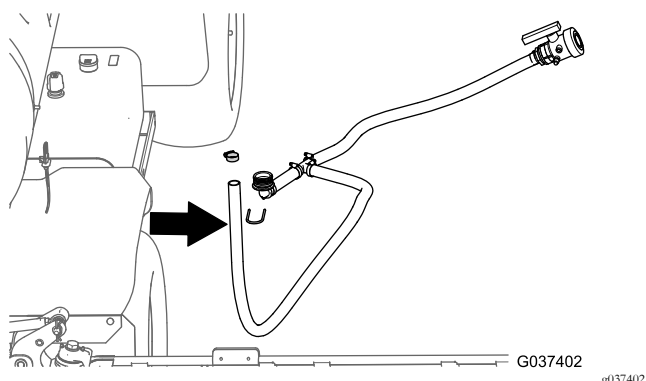

Figura 30
5. Retire os tubos de distribuição e drenagem da máquina (Figura 30).